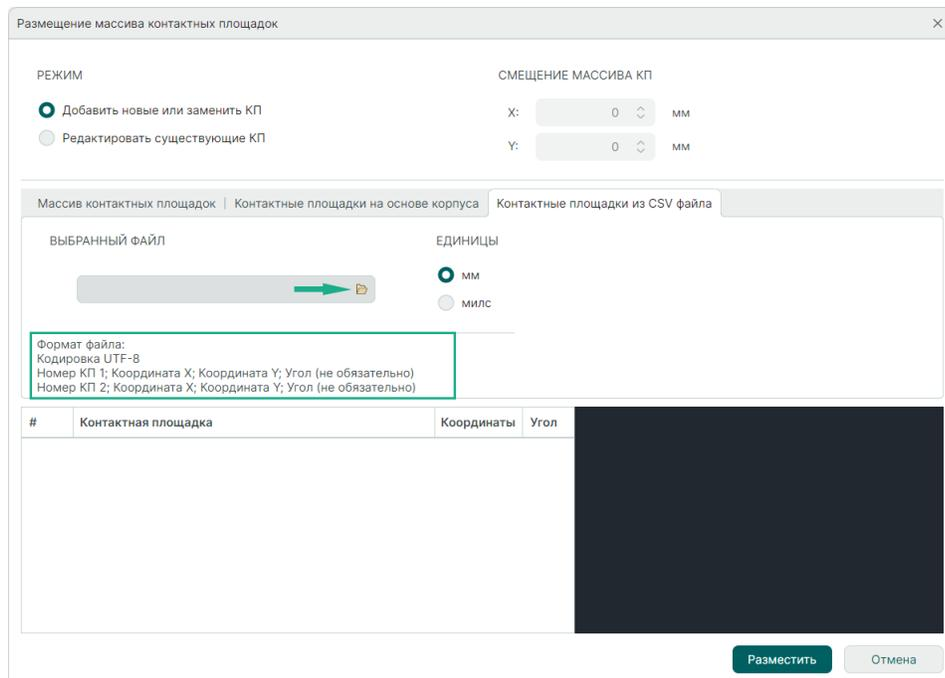

Рис. 107 Переход к выбору csv –файла
2. Нажмите на символ  , чтобы выбрать csv - файл для загрузки элементов массива, см. Рис. 107.